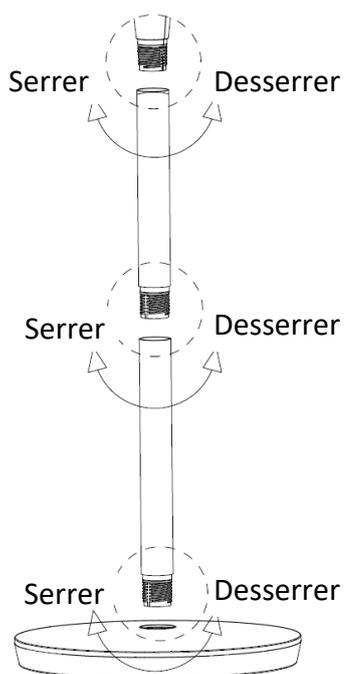

Figure 2
3. Selon la hauteur souhaitée, vous pouvez ajouter une barre. Dans ce cas, alignez la barre inférieure avec la barre supérieure, puis vissez les comme indiqué dans la **figure 2**.